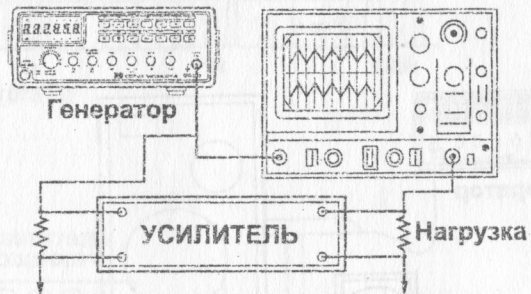

Рис. 5
1. Используя схему на рис.5 и 50-омный разъем «срежьте» генераторный эффект с прямоугольного сигнала.